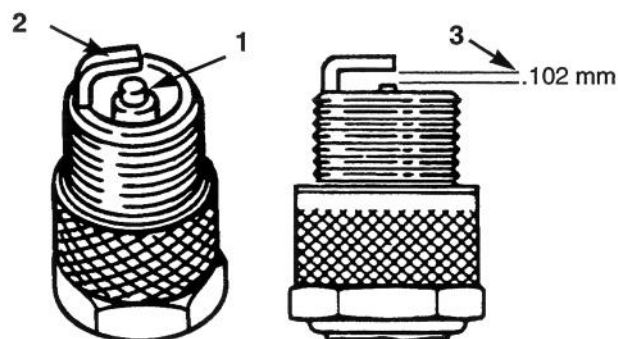

Figure 22
1. Examiner le centre de la bougie (Fig. 22). Si l'isolateur est légèrement marron ou gris, alors le moteur fonctionne correctement. Si l'isolateur est recouvert d'une couche noire, alors le filtre à air est encrassé.
2. Contrôler l'écartement entre les électrodes centrale et latérale (Fig. 22). Plier l'électrode latérale (Fig. 22) pour rectifier l'écartement le cas échéant.